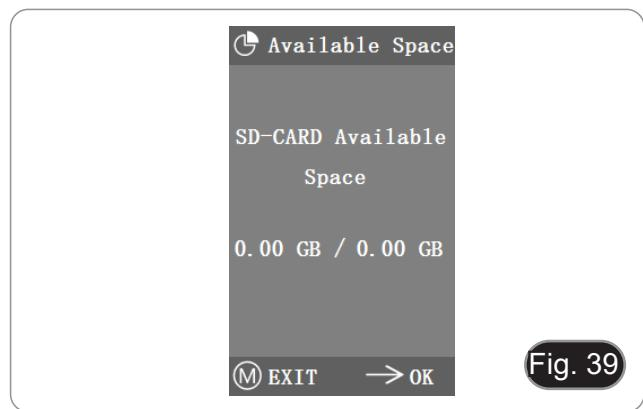

Fig. 39
2. Wenn "0.00 Gb /0.00 Gb" angezeigt wird (Fig. 39), wurde die SD-Karte nicht erfolgreich eingelegt; bitte versuchen Sie, sie erneut einzulegen.